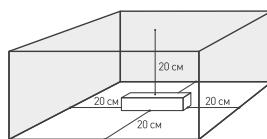

Рис. 5. Свободное пространство
4.3. Для естественной вентиляции обеспечьте не менее 20 см свободного пространства вокруг источника питания, как изображено на рис. 5. При невозможности обеспечить свободное пространство используйте принудительную вентиляцию.